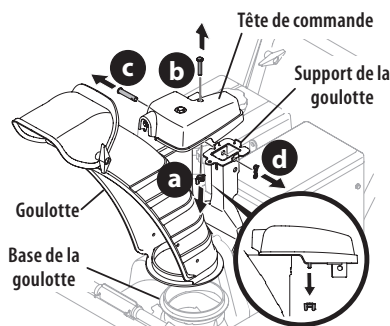

Figure 7
1. Retirez l'écrou papillon (ou l'écrou autobloquant, si fourni) (a) et le boulon hexagonal (b) qui se trouvent sur la tête de commande de la goulotte, puis retirez l'axe de chape (c) et la goupille fendue (d) du support de la goulotte. Placez la goulotte (face vers l'avant) sur sa base et son support. Voir (Figure 7).